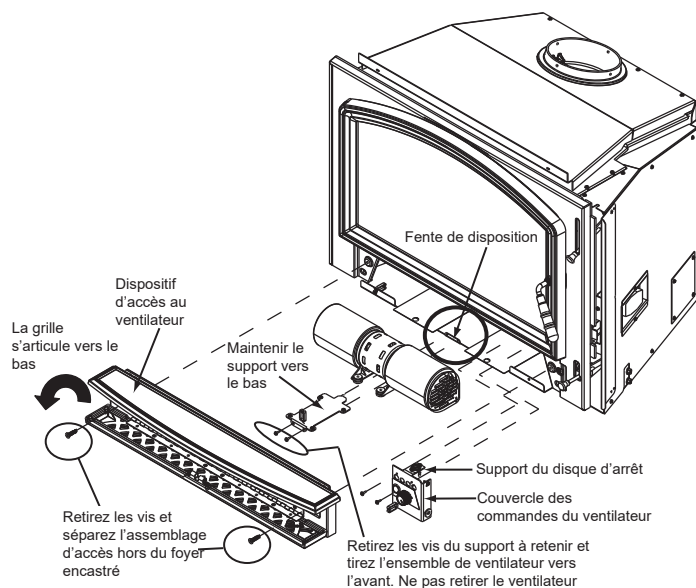

Figure 25.1
1. La grille sur le dispositif d'accès au ventilateur refoulant est articulée. Faites pivoter la grille vers le bas pour exposer les 2 vis (**Figure 25.1**).